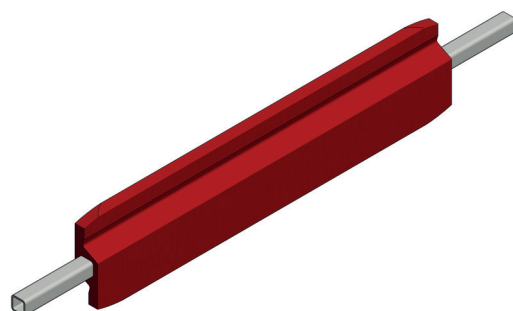

Abb. 17
- Bei der PUR-Leiste kann die Abnutzung bis 10 mm vor dem Stahlträger erfolgen. Danach haben wir noch die Möglichkeit die Leiste zu wenden und weiter zu nutzen. (s. **Abb. 17**, Ersatzleiste)